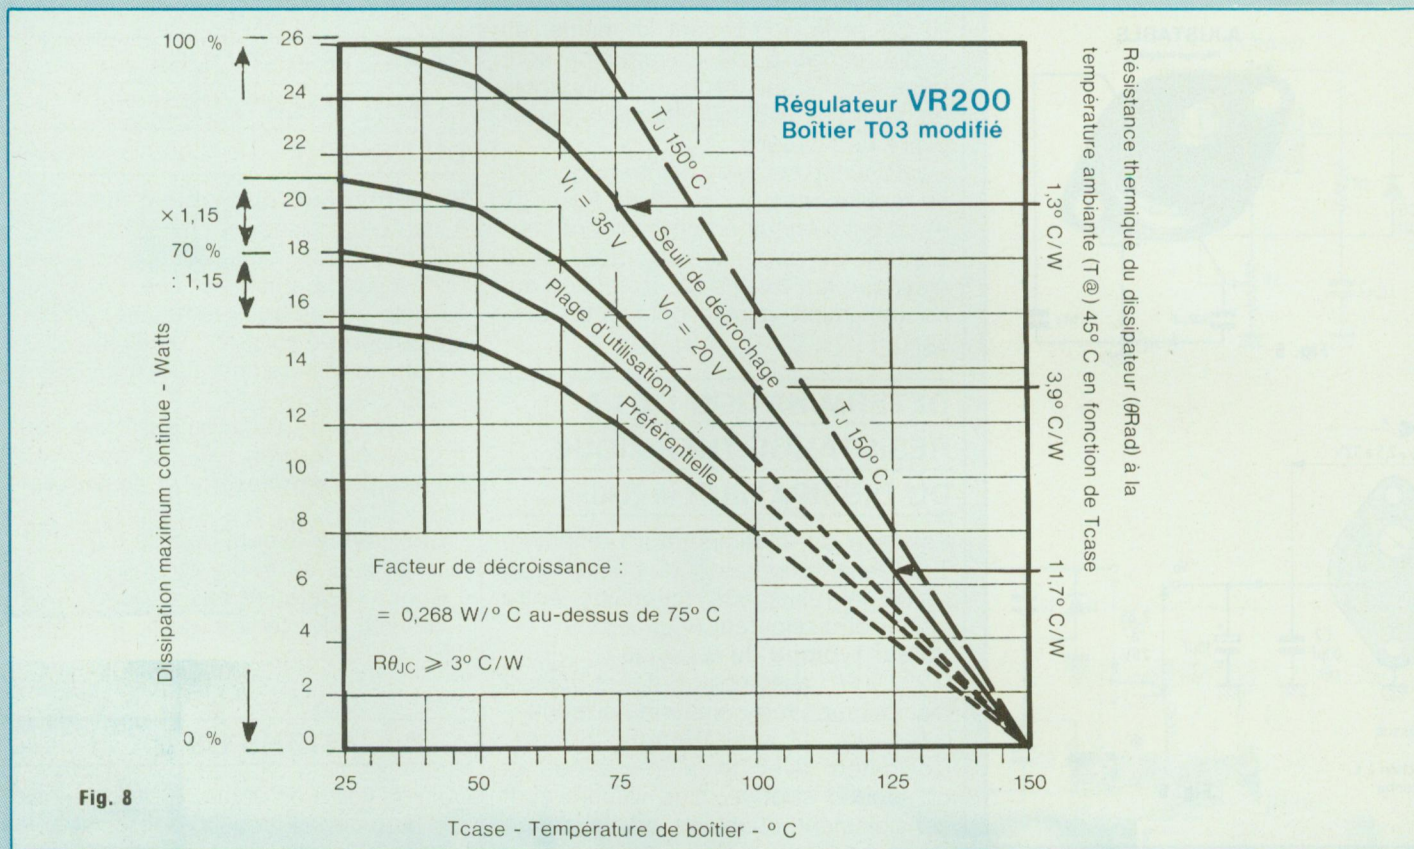

Fig. 8
(1) Puissance maximale à la limite de décrochage du VR 200 (fig. 8). Cette valeur de puissance est à multiplier par 0,7 (-30%), pour se tenir nettement en-dessous de la mise en sécurité du régulateur. Dans ces conditions, la température de jonction T_j baisse dans